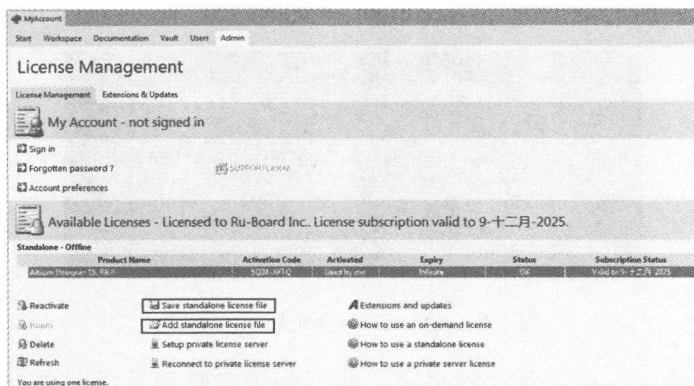

图 1-11 使用有效许可激活 Altium Designer 15
4) 根据系统提示，此时红色提示消失，用户获得有效许可，软件被激活，如图 1-11 所示。
当用户需要在另外一台计算机上使用 Altium Designer 15 时，在如图 1-11 所示的“MyAccount”窗口中，单击“Add standalone license file”链接，将备份的许可证文件加入即可，无须登录，也无须重新激活。